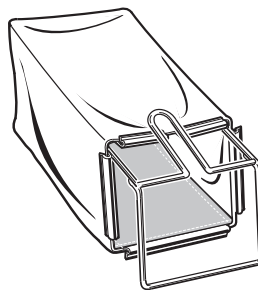

Fig. B2
3. Ensamble los ganchos superiores al marco como se muestra en la Fig. B2, luego ensamble los dos ganchos laterales y el gancho inferior al final.